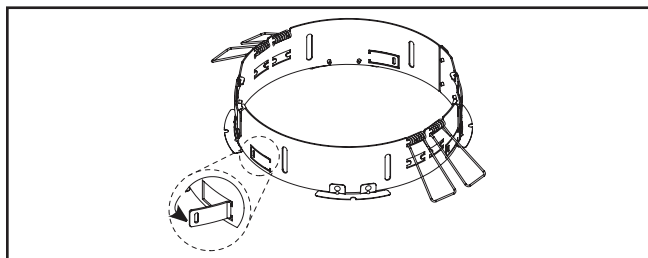

Figura 32.
- Para evitar que el anillo se mueva en la abertura del alojamiento o techo, utilice un destornillador de cabeza plana para levantar las 4 lengüetas centrantes en la unidad del anillo adaptador (Figura 32).